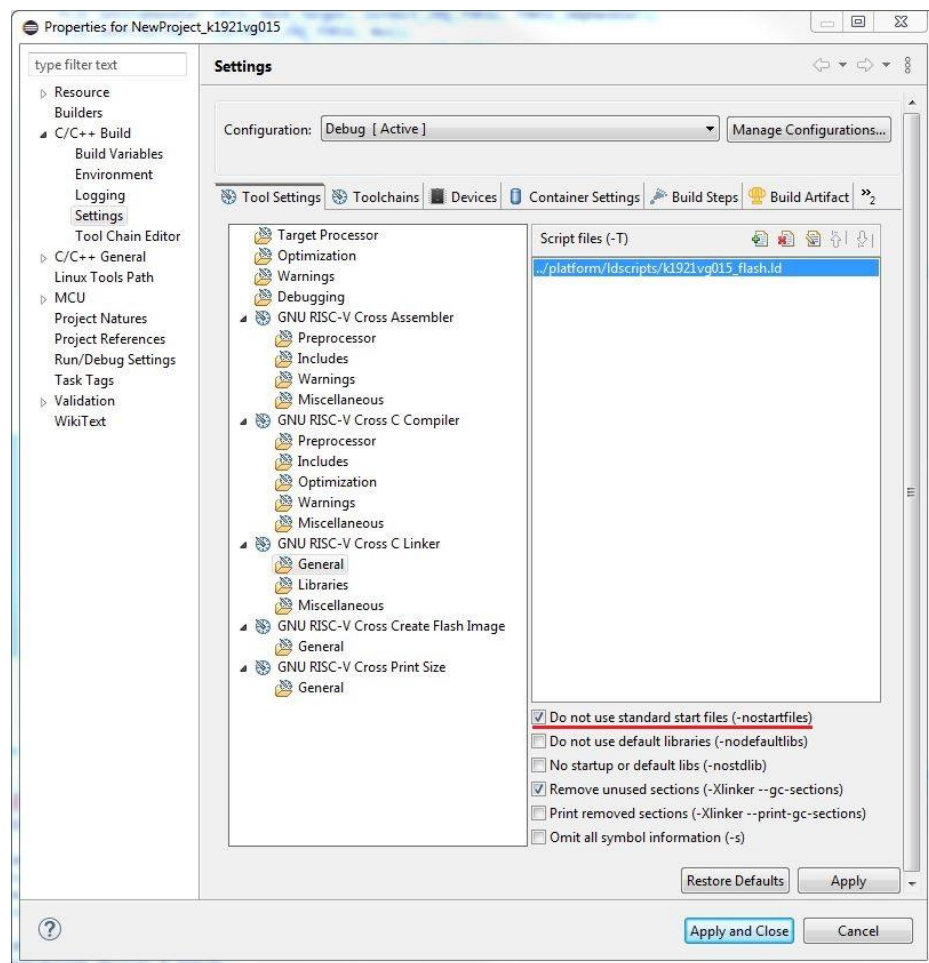

Рисунок 3.26 – Указание пути к скрипту линкера
6. Указать путь к скрипту линкера, а также выбрать настройки линкера (см. рисунок 3.26).